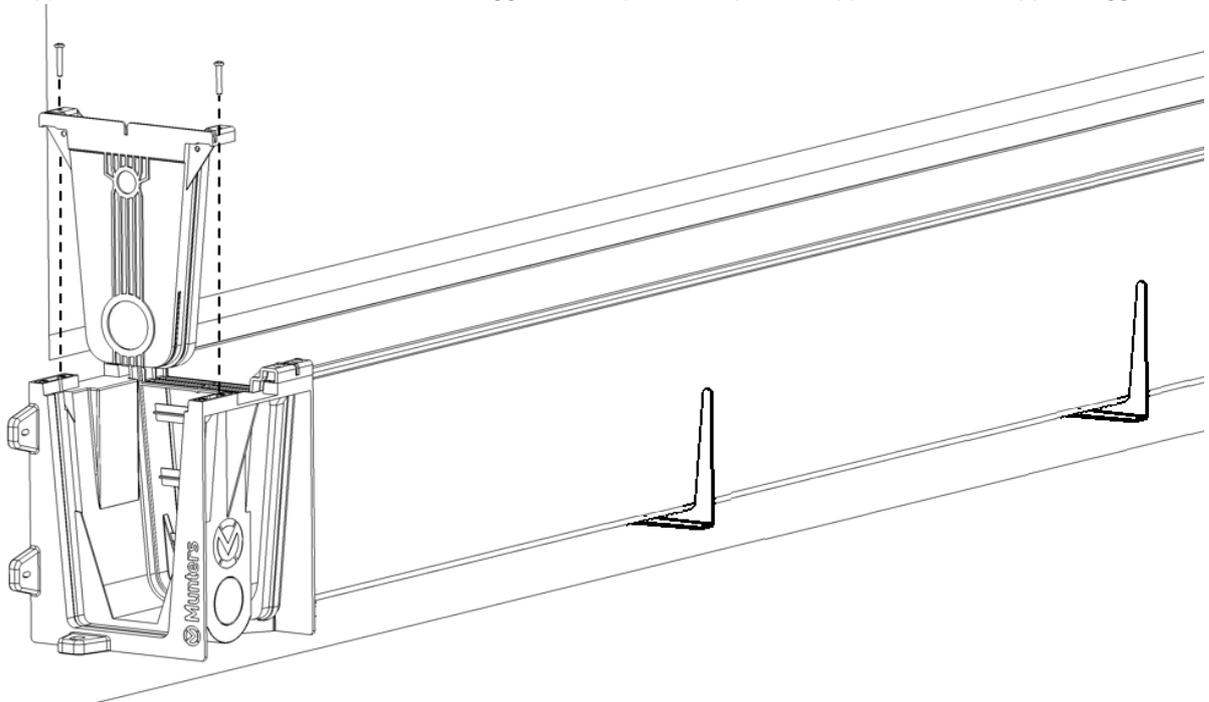

Figura 38
**IMPORTANTE** Con un piccolo martello [ref. 5 / Strumenti per l'assemblaggio] rompere delicatamente il foro pre-segnato del coperchio della parte inferiore della canalina [ref. 18] in modo da prevenire lo straripamento del serbatoio.
Chiudere il lato sinistro del sistema installando il coperchio della parte inferiore della canalina [ref. 18] fissandolo alle staffe di connessione dell'unità di alimentazione con l'aiuto di 2 viti per materiale termoplastico [ref. 7]. Vedere figura 38.
**PERICOLO** Stringere le viti usando un trapano senza fili [ref. 1 / Strumenti per l'assemblaggio] applicando una coppia di 4 Nm. Fare attenzione a non danneggiare i componenti in plastica applicando una coppia maggiore.